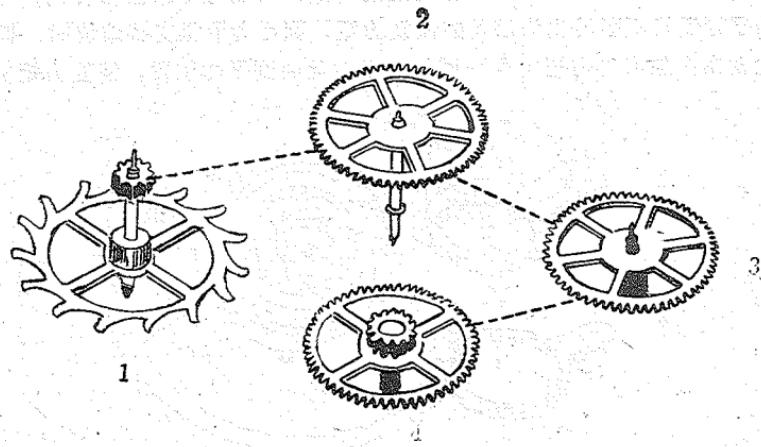

图 4 传动机构
③传动机构：传动机构，是由一些齿轮轴和齿轮片构成。包括中心齿轴和中心轮片、秒轮轴和秒轮片、过齿轴和过轮片，以及擒纵齿轴等零件组成。传动机构是力矩传递的中间环节，它的主要作用是将原动机构的力矩，传递给擒纵调速机构，并借助于擒纵调速机构的周期控制力矩的释放，同时带动指针（见图4）。